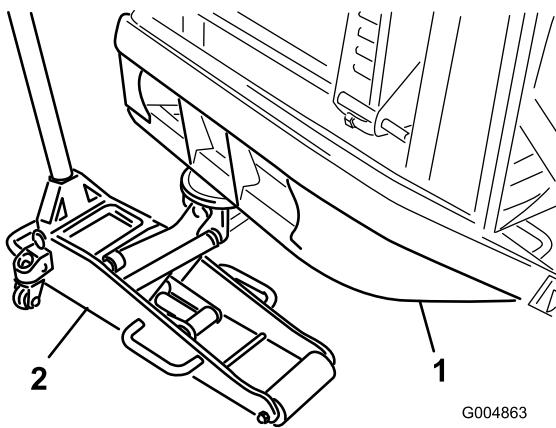

図 29
- 後バンパーチューブの下に適当なジャッキをセットし、機体後部を持ち上げてスタンドで保持する 図 29。